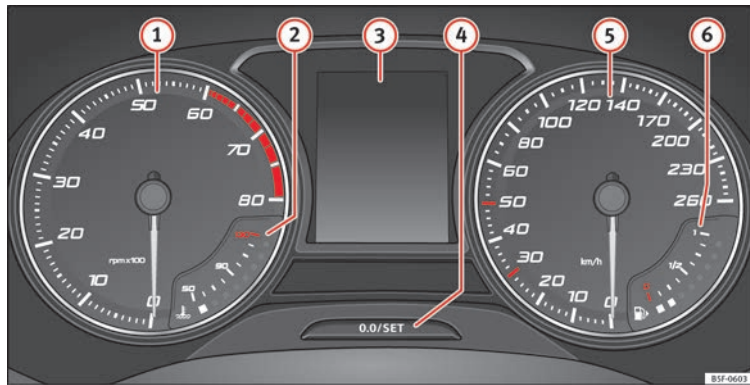

Fig. 115 Combiné d'instruments à l'avant.
Explications concernant les cadrams » fig. 115 :
Le compte-tours indique le nombre de tours du moteur par minute » fig. 115 ①.
L'aiguille du compte-tours ① » fig. 115 ne doit rester que peu de temps dans la zone rouge : risque d'endommagement du moteur.
Lors de la mise du contact d'allumage, l'écran du combiné d'instruments » fig. 115 ③ affiche diverses informations en fonction de l'équipement du véhicule :
- Appuyez brièvement sur le bouton **» fig. 115 4** pour remettre le compteur kilométrique journalier à 0.
- Pour régler l'heure, maintenez enfoncé le bouton **» fig. 115 4** pendant plus de 3 secondes afin de sélectionner l'indicateur des heures ou des minutes.
Maintenez enfoncé le bouton **» fig. 115 4** pendant plus de 15 secondes pour afficher **»**